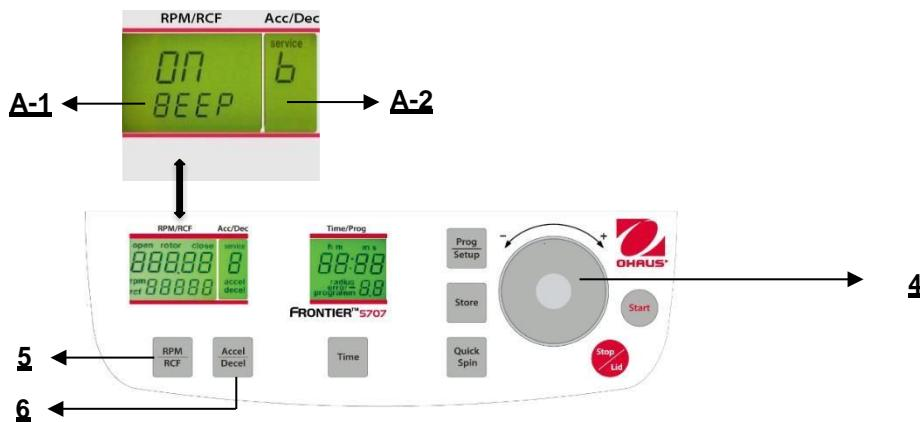

Figura. 32
Proceda como se describe en el punto 4.1.2 para ingresar en este modo de programa y luego presione el botón "Accel/Decel" (6). En la pantalla "Acc/Dec" (A-2) destella la palabra "Service". Ahora seleccione la letra "**B**" con el dial de ajuste (4). Como resultado, en la pantalla "RPM/RCF" (A-1) aparece la palabra "ON/BEEP". Despues de presionar el botón "RPM/RCF" (5), puede encender el sonido del teclado (On) o apagarlo (Off) con el dial de ajuste (4). (Vea la Figura 32).